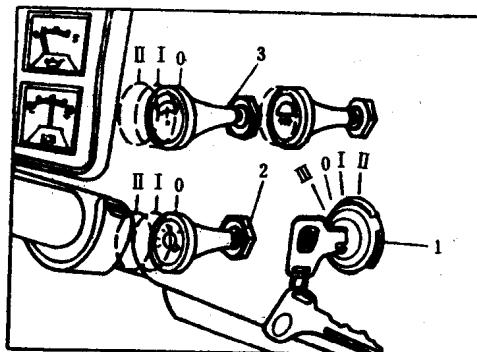

图 1-8 点火开关、灯光总开关及刮水器开关
2. 灯光总开关 2 位于点火开关 1 左侧(图 1-8)它有三个位置:
3. 刮水器开关 3(图 1-8) 位于灯光总开关 2 的上面,用来控制前风窗的刮水器,以便清除风窗上的雨或雪。当点火开关处在通电位置时,刮水器开关才起作用。它有三个位置: